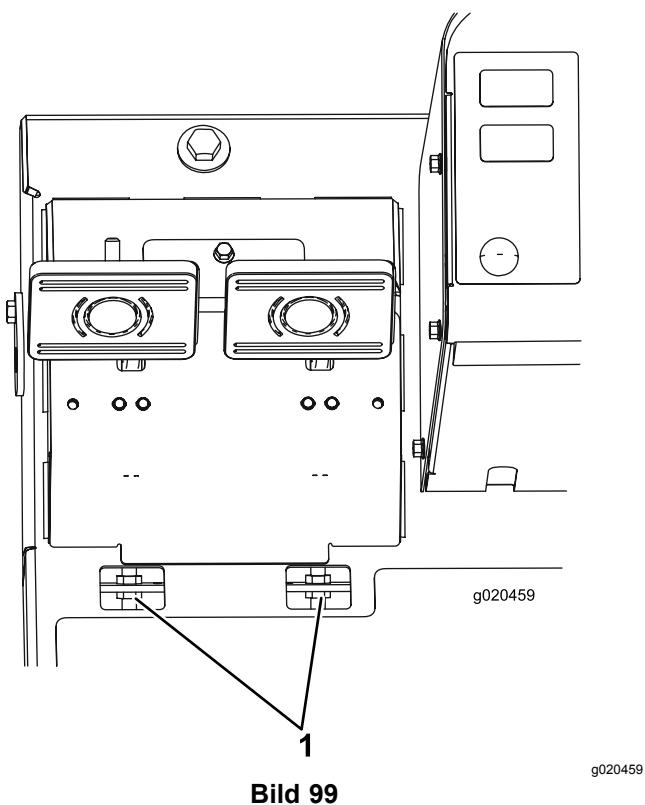

Bild 99
- A. Lockern Sie die vordere Mutter an der Gewindeseite des Bremszuges (Bild 99).